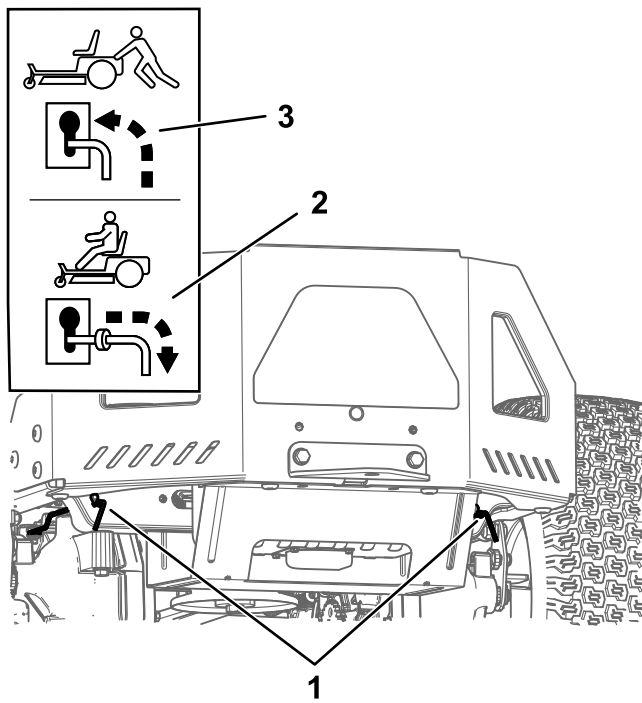

Bild 31
4. Schieben Sie beide Bypasshebel nach vorne durch den Schlitz und nach unten, um sie zu arretieren (Bild 31).